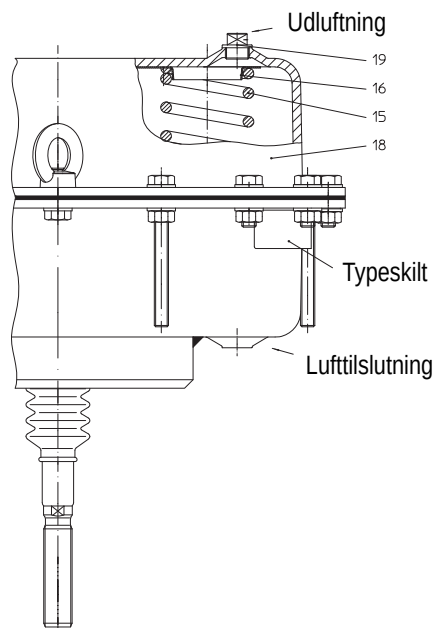

Fig. 25
- Fjedrene (15) sættes på fjedercentreringen (16) i membrantallerknen (11), og den anden fjedercentrering (16) lægges på fjedrene (15).
- Sørg for, at fjedrene sidder korrekt! (se Fig. 25 !) Fjedrene (15) skal anbringes sådan, at udluftningen i membrantoppen (18) foregår over fjedercentreringen (16).
- Membrantoppen (18) lægges over fjedrene (15) og skrues sammen.